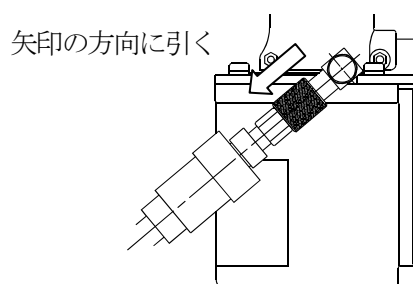

図4-4
- ② 圧縮空気の供給を止める。(OSバルブを閉じる) (図4-4)